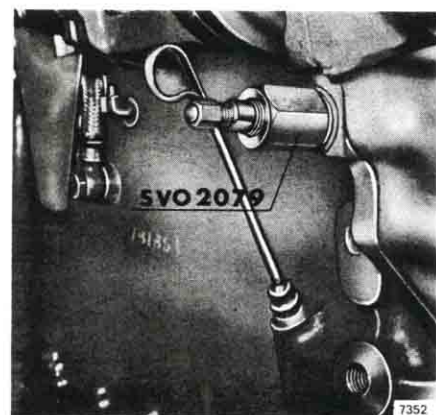

Fig 41. Demontering av reduceringsventilen.
1. Ta bort reduceringsventilens kolv, se fig 41. Ventilkolven och fjädern skall bytas vid minsta fel. Fjäders fria längd skall vara 52 mm och belastad med $4 \pm 0,2$ kp 44 mm.